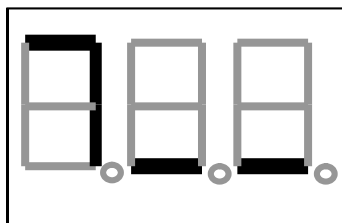

Рис. 7 Режим дозатора с выключением тока
- выходной ток полностью отключится (рис. 7).